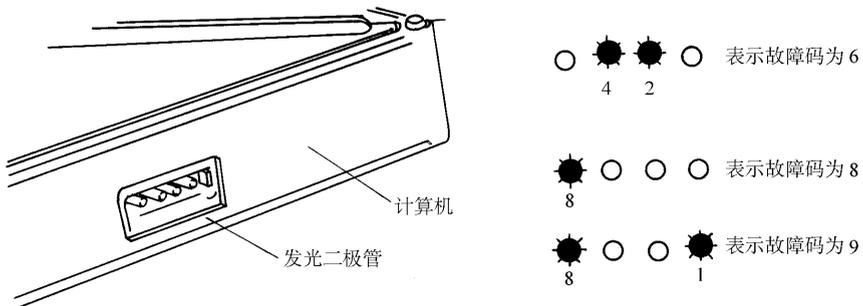

图 1-4 采用四个 LED 显示故障码图例
(3) 采用四个 LED 显示时，如图 1-4 所示，各 LED 分别代表 8、4、2、1，显示故障码时，将发亮的 LED 所代表的故障码相加而为所要显示的故障码。